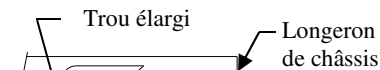

Figure 2. Exemple de passage du fil de tirage pour tenir l'espaceur à l'écart du boulon.
①	Qty. (4)	Carriage Bolt 7/16-14 X 1.25	③	Qty. (4)	Conical Washer
②	Qty. (4)	Spacer	④	Qty. (4)	Nut 7/16-14
- Detach both (2) rear rubber muffler hangers to lower exhaust.
- Feed the pullwire through the newly enlarged hole, attach spacer and bolt and feed one at a time into the frame rail. Leave the pullwire attached. Repeat on both frame rails as shown in Figure 2.
①	Qté (4)	Boulon de carrosserie 7/16-14 X 1.25	③	Qté (4)	Rondelle conique
②	Qté (4)	Espaceur	④	Qté (4)	Écrou 7/16-14
1. Enlever les deux (2) supports de silencieux en caoutchouc pour abaisser le tuyau d'échappement.
3. Insérer le fil de tirage dans le trou élargi et y attacher un espaceur et un boulon (un à la fois) que l'on acheminera dans le longeron de châssis. Laisser le fil de tirage lié aux pièces de visserie. Procéder ainsi pour les deux longerons de châssis, comme illustré à la Figure 2.